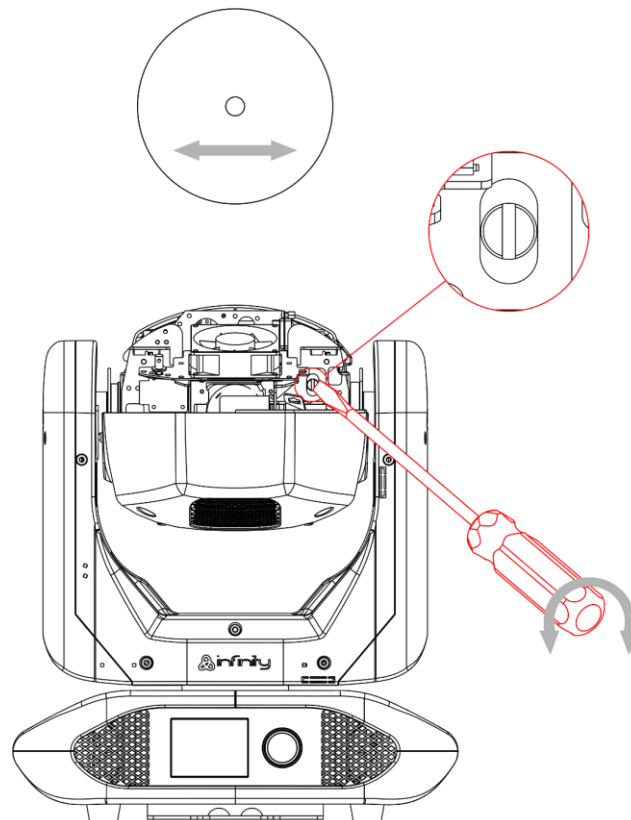

Fig. 08
- 03) Servendosi di un cacciavite a taglio, ruotare la vite di regolazione in senso orario per spostare l'hotspot verso sinistra e in senso anti-orario per spostarlo verso destra (Fig. 08).